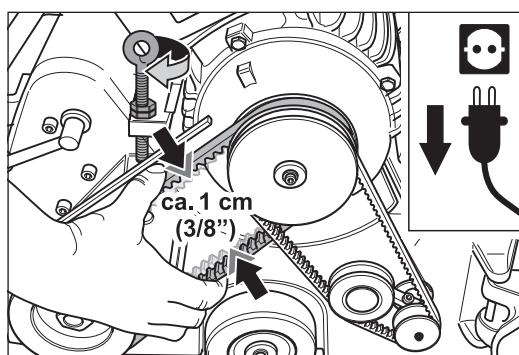

Abb. 63 Riemenspannung: Der Keilriemen sollte sich knapp eine Riemenbreite durchbiegen lassen.
- 6 Legen Sie die neuen Keilriemen auf und spannen Sie den Antriebsriemen für die Schleifwalze mit der Spannschraube am Motor. Der Keilriemen sollte sich knapp eine Riemenbreite durchbiegen lassen (Abb. 63).